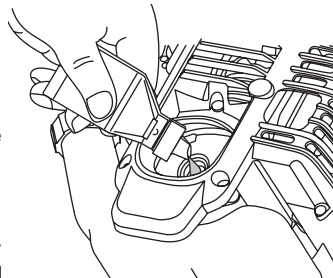

Fig. 11
- Vierta todo el contenido de la botella de aceite en el cigüeñal (Fig. 11).